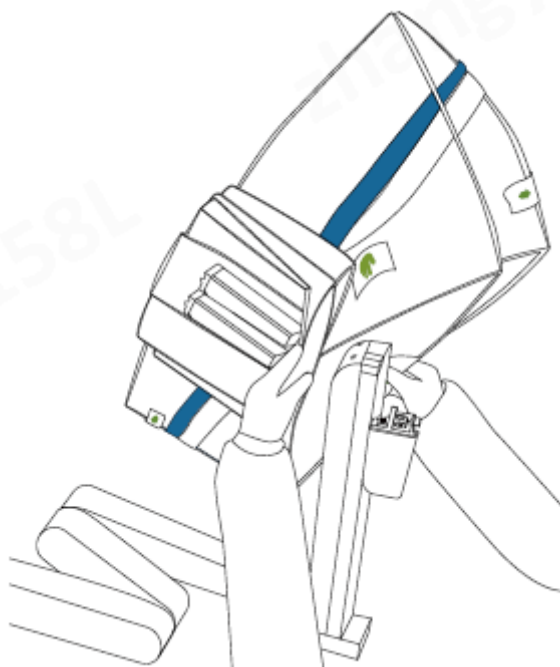

Рисунок 6.5. Установка стерильного чехла манипулятора инструментов
5. Осторожно натяните чехол на роботизированный манипулятор так, чтобы узел изоляционной панели свисал с переднего конца роботизированного манипулятора. (Рисунок 6.5)